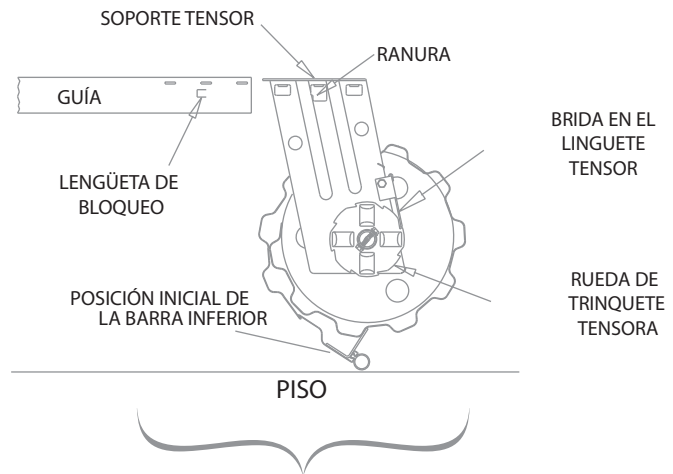

FIGURA 3
- En el extremo tensor de la puerta, levante la brida del linguete tensor hasta que el extremo del linguete eleve la rueda de trinquete tensora. Haga girar el soporte para ubicar el extremo del tramo corto hacia arriba. Suelte la brida del linguete y deje que el extremo se enganche con el diente más próximo de la rueda de trinquete. **Consultar figura 3.**